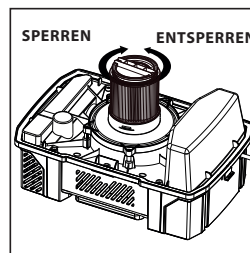

ABB. 3
- Setzen Sie die Filterhalterung oben in den Patronenfilter ein, halten Sie den Antriebskopf mit einer Hand fest, drehen Sie den Griff an der Filterhalterung im Uhrzeigersinn fest, um somit den Filter zu fixieren. **(Abb. 3)**